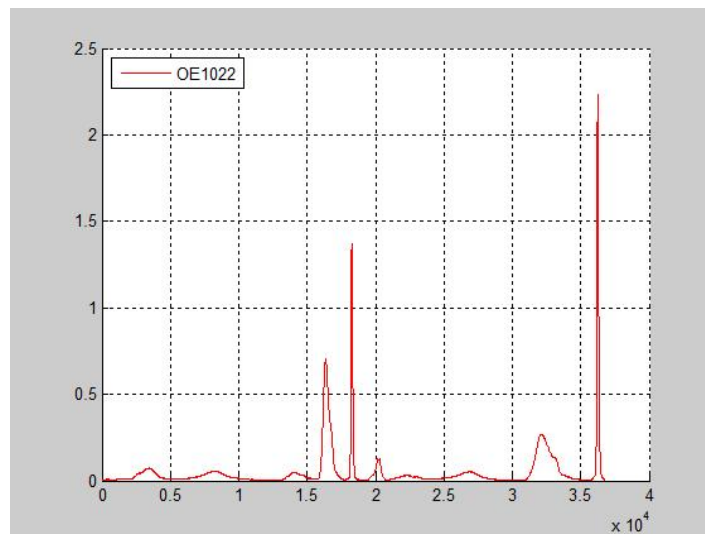

图 105. OE1022 测得的光谱曲线图
4. 开始光谱测量实验，同时利用数据采集平台采集光谱数据，可以得到如下光谱曲线图 105（未定标）：